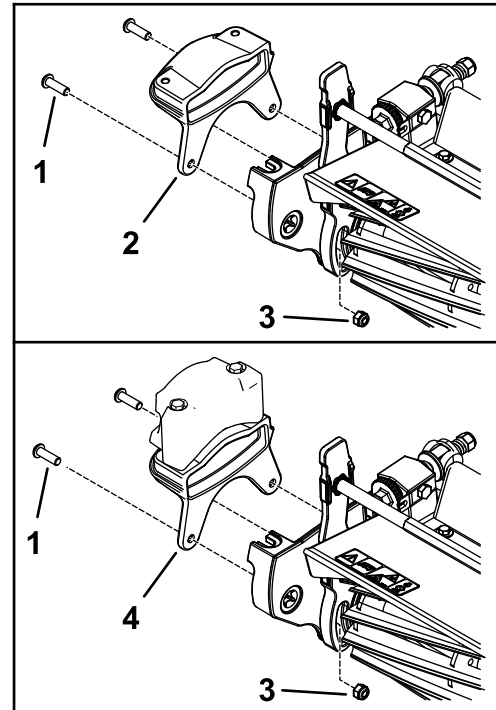

Figure 9
- Fixez la masse neuve sur le côté de l'unité de coupe à l'aide de 2 boulons (5/16") et 2 écrous (5/16"), comme illustré Figure 9.